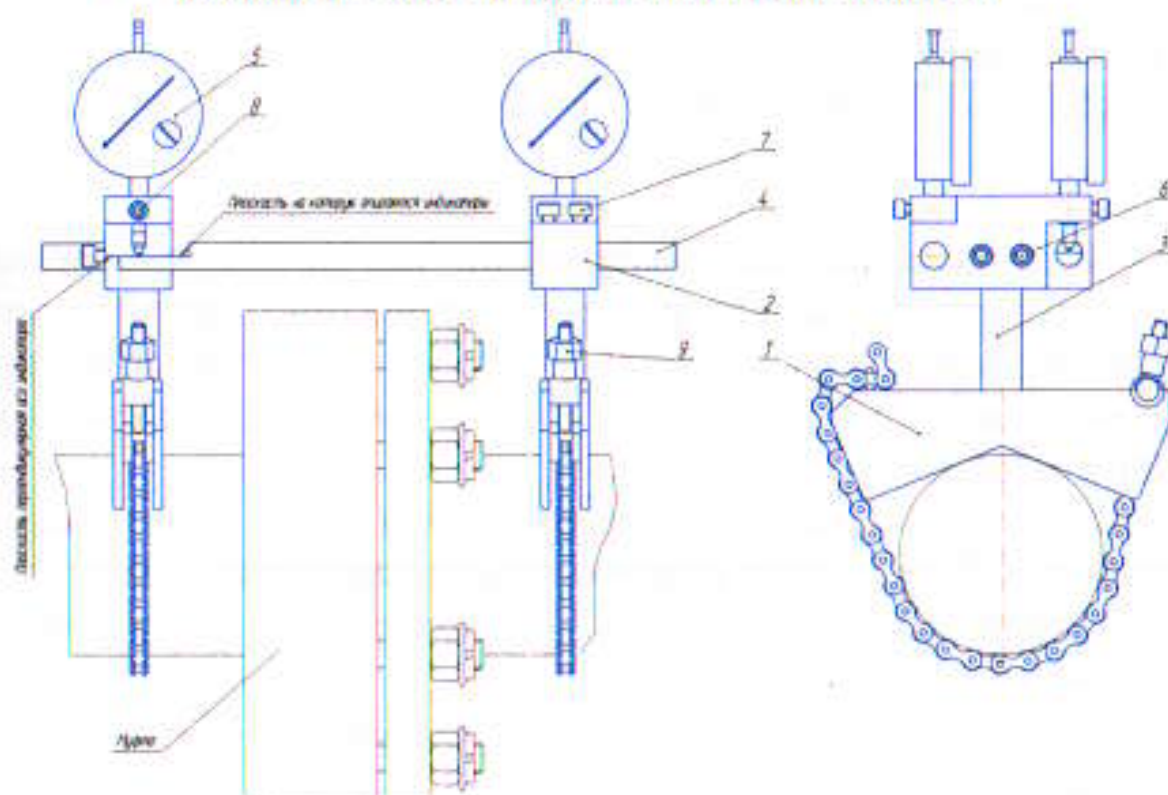

Рис.1
1.3.2 Набор приспособлений состоит из двух призм, поз.1, (рис.1) закрепляемых на валах (ступицах или фланцах полумуфт) механизмов при помощи цепей с гайками натяжителя, поз.9. В каждую из призм ввернута вертикальная стойка, поз.3, на которую установлен держатель, поз.2. Держатель крепится на вертикальной стойке при помощи винтов, поз.6. В каждый из держателей установлен индикатор ИЧ-10, поз.5 и горизонтальная штанга, поз.4.
2.6.1.Установите устройство для измерений на собранную муфту, как это показано на рис.1.